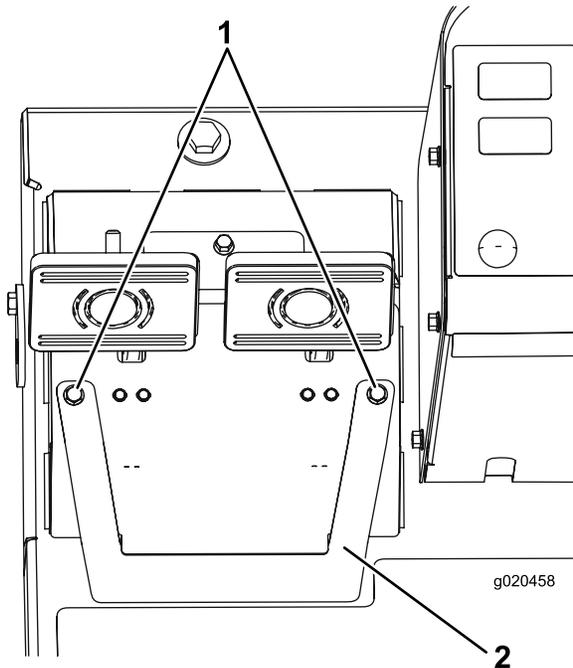

Figura 93
- A. Afloje los 2 tornillos de montaje, y retire la tapa de ajuste de los frenos (Figura 93).